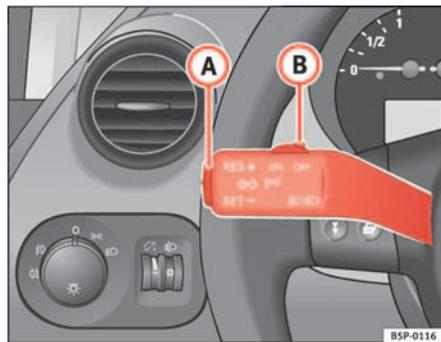

Fig. 142 Levier des clignotants et de l'inverseur-codes : contacteur et touche à bascule pour le régulateur de vitesse
- Appuyez une fois brièvement sur la partie inférieure **SET-** de la commande à bascule ⇒ fig. 142 **A** lorsque la vitesse à mémoriser est atteinte.